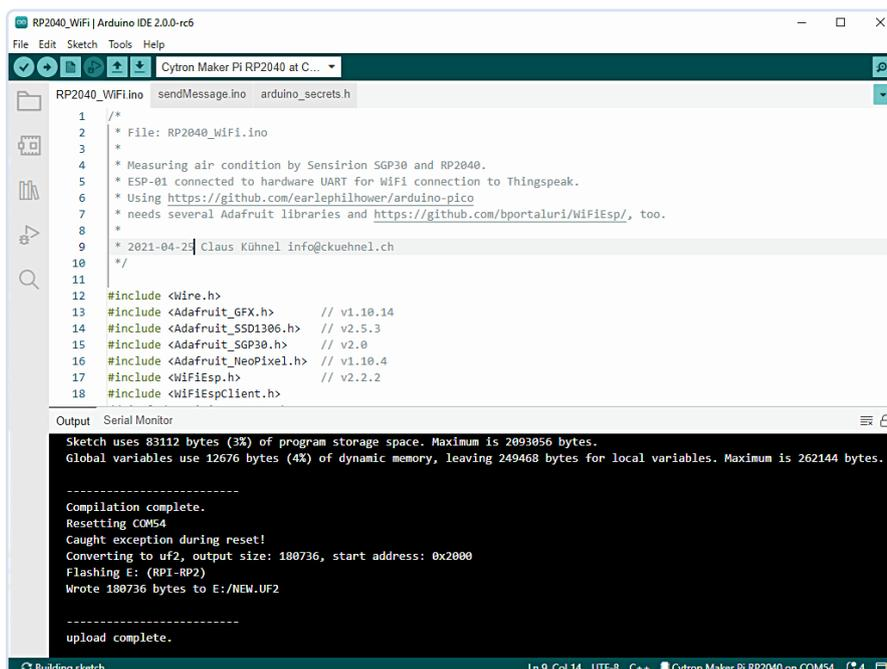

Bild 13. Programmbeispiel *RP2040\_WiFi.ino* in der Arduino-IDE 2.0.
**Bild 13** zeigt das Programmbeispiel *RP2040\_WiFi.ino*. Es verwendet zwei zusätzliche Dateien, *sendMessage.ino* und *arduino\_secrets.h*, die auf GitHub [7] zum Download bereitstehen. Während der ersten Kompilierung dieser Softwareversion fand der Compiler zwei Fehler in der Datei *WiFiEspClient.cpp* der WiFiEsp-Bibliothek v2.2.2. Nachdem